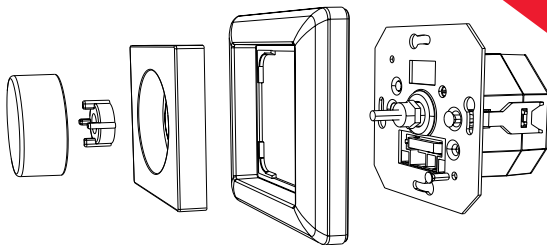

Рис.2. Крепление панели.
- 3.3. Закрепите панель в месте установки (Рис. 2), для чего: